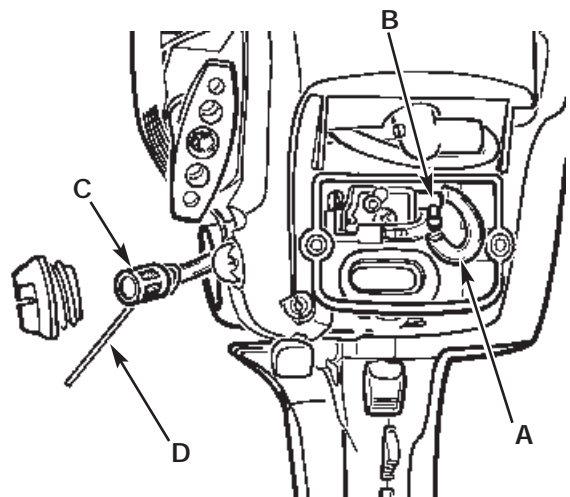

Fig. 32
5. Reconecte la manguera de combustible (A) al conector del carburador (B). Reemplace el filtro de aire y la cubierta de la caja de aire (Fig. 32).